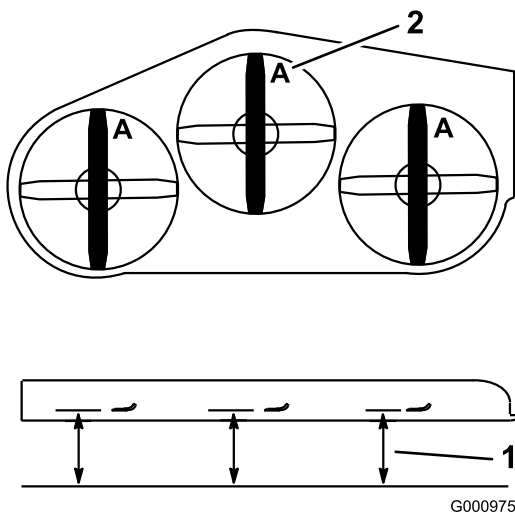

Figure 67
3. Tournez les lames dans le sens longitudinal (Figure 67). Mesurez la distance entre la surface plane et le tranchant (position A) des lames (Figure 67). Notez cette valeur.